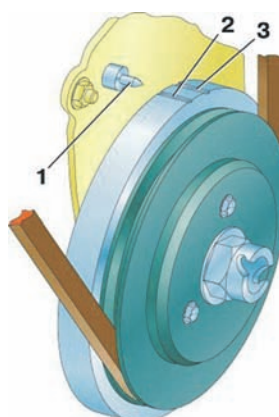
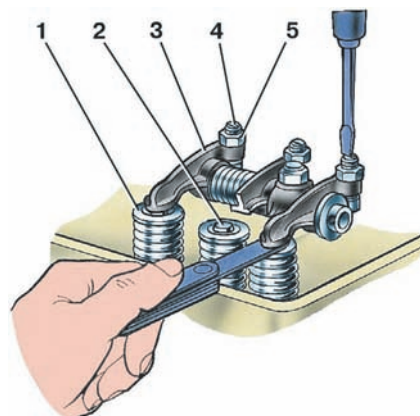

Рис. 5. Встановлювальні мітки на шківі-демпфері колінчастого валу:
Рис. 6. Регулювання зазору між коромислом і клапаном: 1 – тарілка пружини; 2 – клапан; 3 – коромисло; 4 – регульовальний гвинт; 5 – контргайка
– встановіть поршень першого циліндра по мітці 2 (рис. 5) на шківі колінчастого валу у ВМТ при такті стиску і щупом перевірте зазор між коромислами і клапанами першого циліндра. При неправильному зазорі відверніть контргайку 5 (рис. 6) регульовального гвинта 4 і, повертаючи викруткою регульовальний гвинт, встановіть зазор по щупу, після чого, утримуючи викруткою регульовальний гвинт, затягніть контргайку і перевірте ще раз правильність встановлених зазорів;